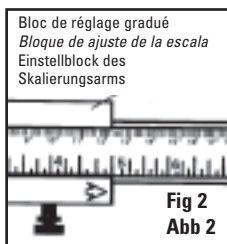

Fig 2
1. Ajuster le bloc de réglage du bras gradué à la largeur souhaitée. Fig. 2
1. Ajuste el bloque de ajuste del brazo de la escala a la anchura deseada. Fig. 2
1. Einstellen der Ausschnittsbreite auf dem Skalierungsarm. Abb. 2